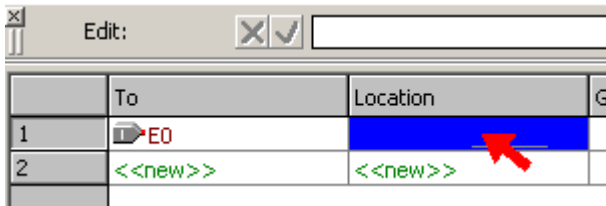
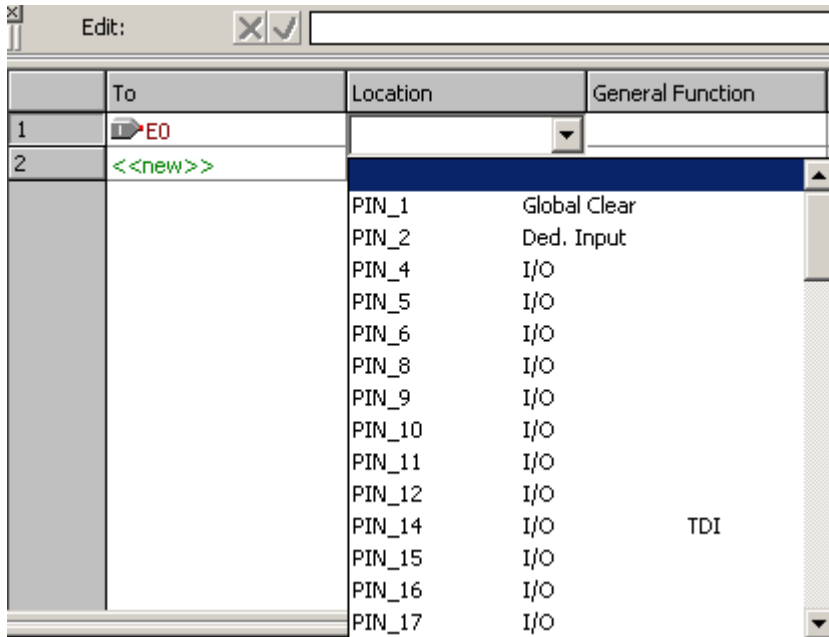

Figura 6.8 Lugar indicado onde clicar para aparecer o número dos pinos.
Figura 6.9 Listagem da numeração dos pinos do CI escolhido.
4. Na outra coluna, “**location**”, clica-se duas vezes com o botão da esquerda do mouse, no lugar indicado pela Figura 6.8, para aparecer a listagem do número da pinagem do CI, mostrada na Figura 6.9. Deve-se observar que existem pinos dedicados, como por exemplo, Pino1 é o Global Clear. Esses pinos dedicados não podem ser utilizados para atribuição de pinos normais de entrada/saída, portanto deve-se escolher pinos para I/O.